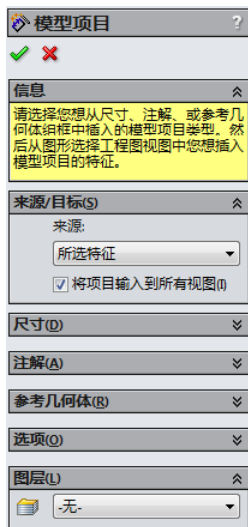
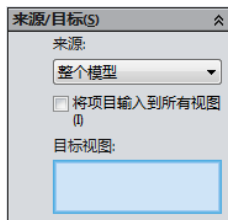

图 8-46 “模型项目”属性管理器
图 8-47 “来源/目标”设置框
**02** 设置属性管理器。系统弹出如图 8-46 所示的“模型项目”属性管理器，“尺寸”设置框中的“为工程图标注”一项自动被选中。如果只将尺寸插入到指定的视图中，取消勾选“将项目输入到所有视图”复选框，然后在工程图选择需要插入尺寸的视图，此时“来源/目标”设置框如图 8-47 所示，自动显示“目标视图”一栏。